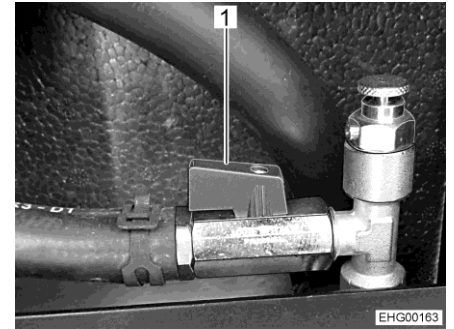

Fig. 187 Rubinetto a sfera (aperto)
- Posizionare la leva (Fig. 187,1) parallelamente alla tubazione.